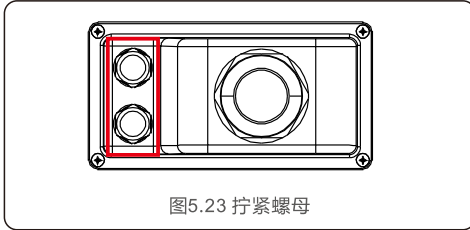

图5.23 拧紧螺母
2. 将逆变器底部的COM端口电缆防水固定接头上的锁紧帽拧下，拆下锁紧帽上的堵头(如图5.23)。